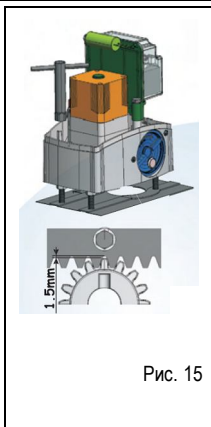

Рис. 15
- После завершения монтажа рейки рекомендуется опустить мотор-редуктор приблизительно на 1,5 мм, чтобы обеспечить лучший контакт зубьев шестерни с зубьями рейки (рис. 15).